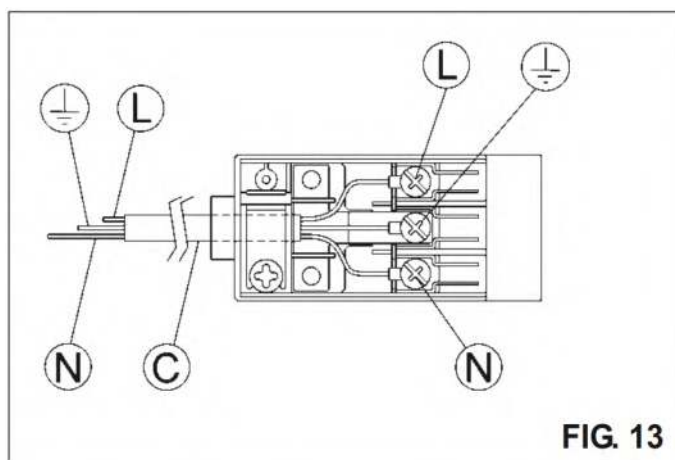

FIG. 13
- Se o cabo de alimentação "C" não tem ficha (ver fig.13), aplique uma ficha normalizada e adequada para a carga indicada na etiqueta de identificação. Ligue os cabos segundo o esquema da fig.13 tendo em atenção o respeito pelas seguintes correspondências: